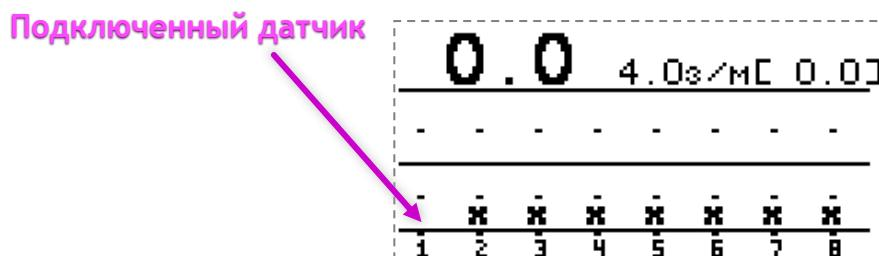

Рисунок 29
3. Находясь на главном экране (см. «Рисунок 29») нужно открыть главное меню нажатием кнопки ⌂ «Меню».